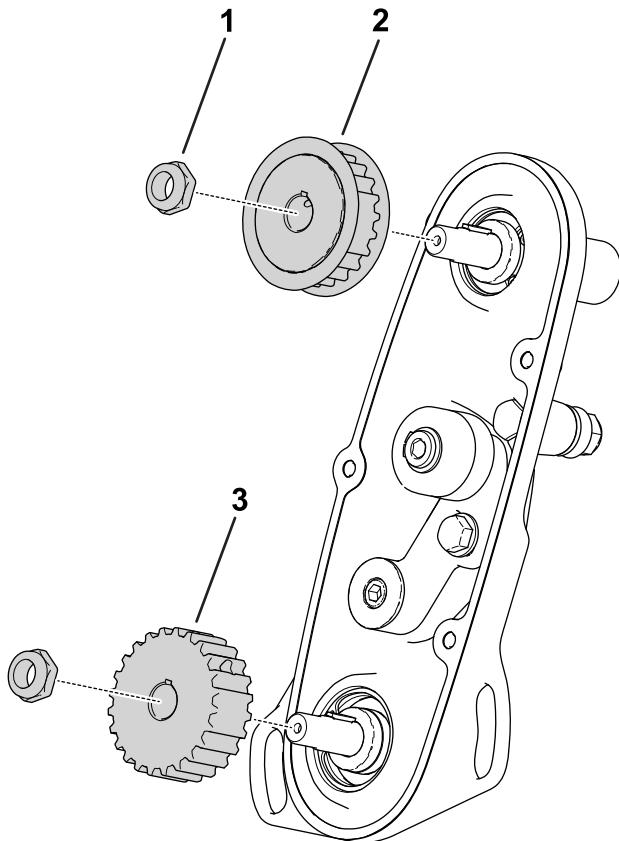

**Рисунок 16**
1. Снимите крышку ремня, чтобы открыть доступ к ремню (Рисунок 16).
2. Ослабьте болт рычага натяжного ролика и поверните рычаг натяжного ролика (Рисунок 16), чтобы ослабить натяжение ремня.
- Снимите ремень (Рисунок 16).
- Установите ремень и затяните его, приложив крутящий момент от 6 до 7 Н·м к внутреннему шестиграннику рычага натяжного ролика, показанного на Рисунок 16.